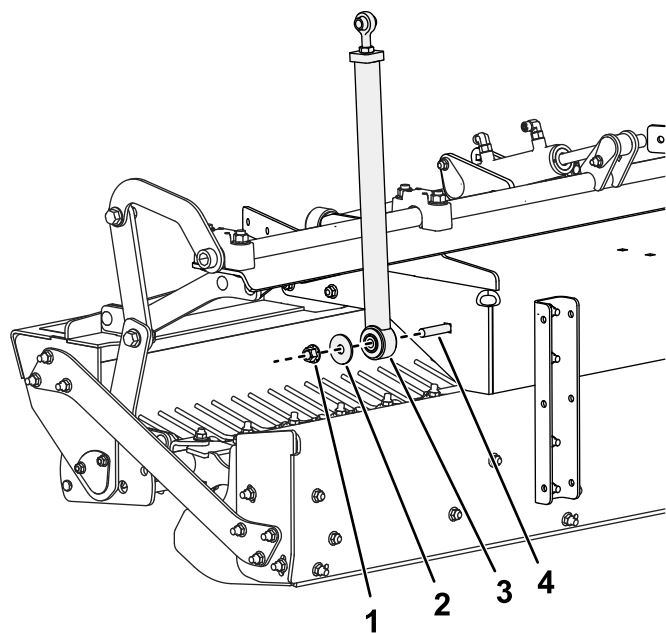

図 1
1. 昇降リンクをフレームに仮止めするキャリッジボルト 1/2 x 2 1/2"、スラストワッシャ、ロックナットを使用する **図 1**。